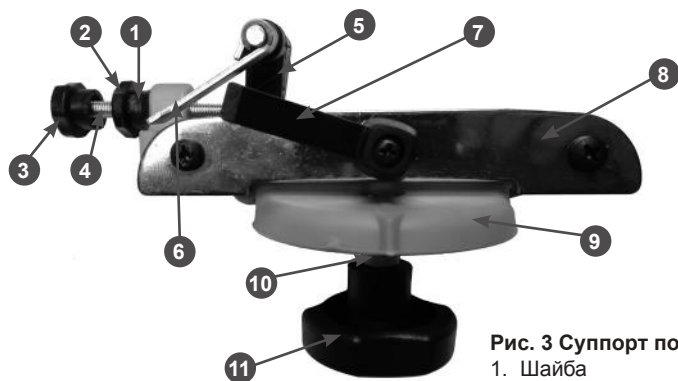

Рис. 3 Суппорт поворотный
1. Отвинтите гайку крепежную (Рис.3 п.11).